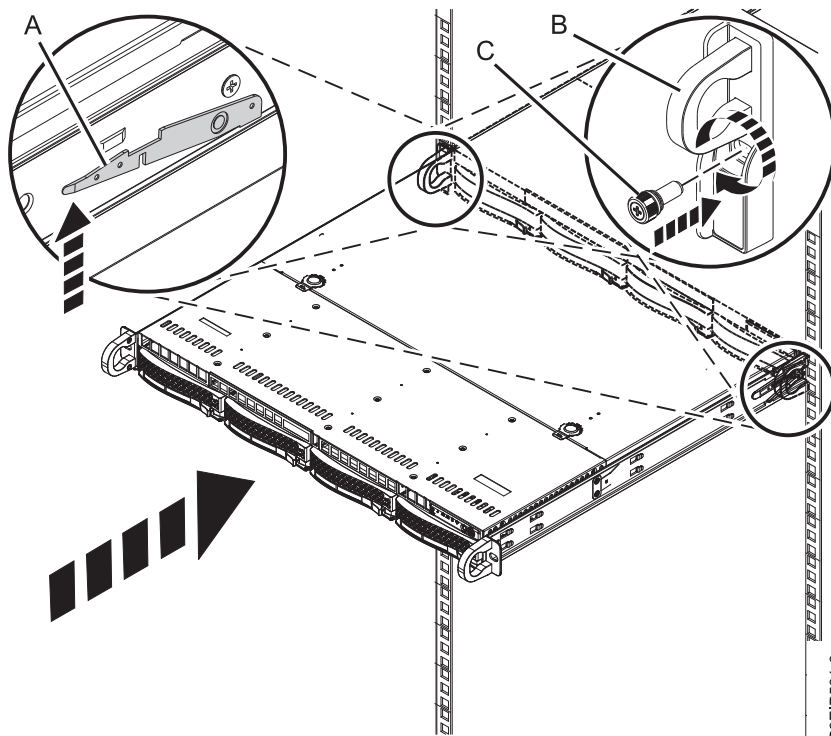

Figure 80. Mise en position de fonctionnement du système
5. Libérez les loquets de sécurité des glissières (A) en les soulevant, comme illustré dans la figure 80, puis insérez le système complètement dans l'armoire. Les loquets de sécurité fonctionnent dans des directions opposées, l'un vers le haut et l'autre vers le bas.